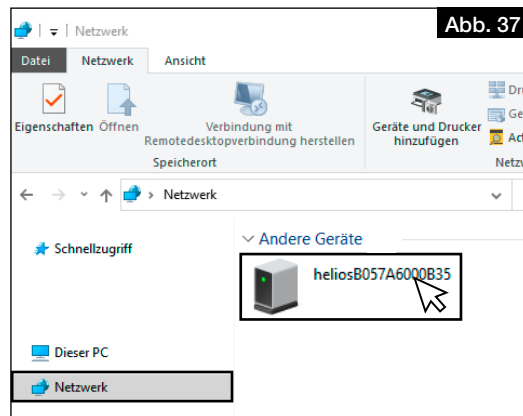

Abb. 37
2. Arbeitsplatz öffnen und auf Netzwerk klicken, vgl. Abb. 37.
3. Doppelklick auf das entsprechende Gerät, vgl. Abb. 37.